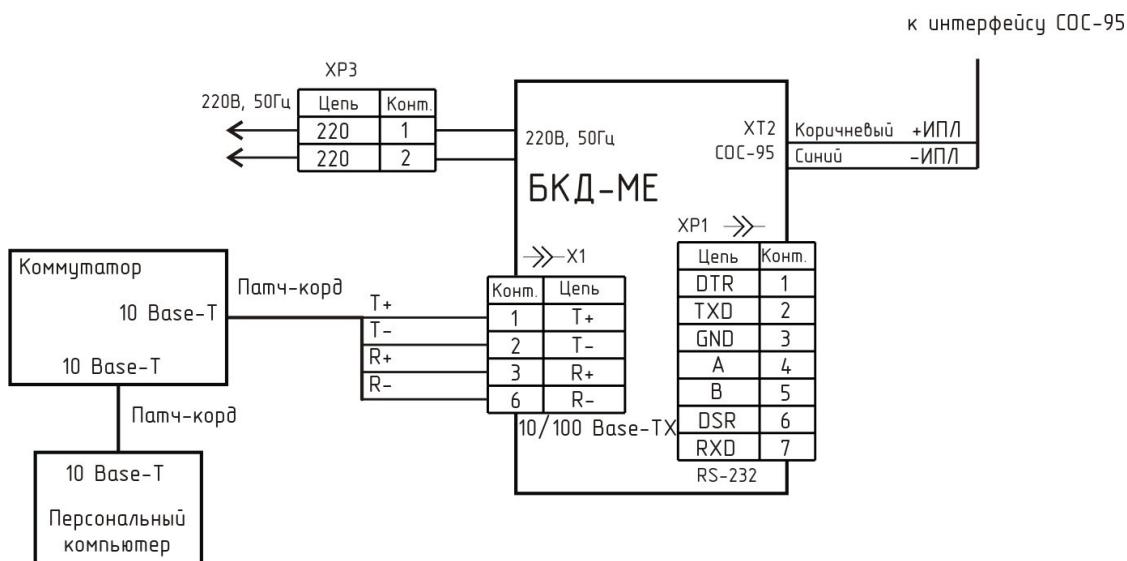

Рисунок 9 - Схема подключения БКД-МЕ к ПЭВМ по Ethernet
1) Подсоединить БКД-МЕ при помощи стандартного «пачкорда» к той же сети, в которой работает персональный компьютер, используемый для конфигурации БКД-МЕ (рисунок 9).
1) Подсоединить БКД-МЕ к той же сети Ethernet при помощи типового прямого «патчкорда», в которой работает персональный компьютер, используемый для конфигурации БКД-МЕ (рисунок 9).